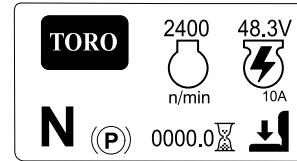

Figura 20
- **Pantalla principal de información** (Figura 20): muestra información sobre el estado actual de la máquina cuando la llave está en la posición de ENCENDIDO.